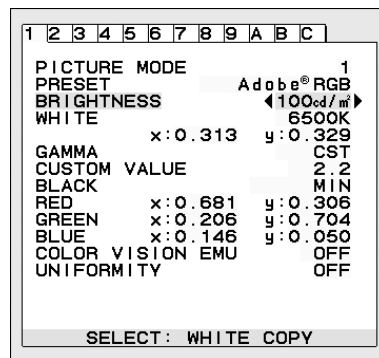

图 3
2. 设置暗度级别。这是当周围光线最暗时显示器能降到亮度级别。当设置此级别时，确保室内处于最黑暗状态。然后使用正面按钮将光标上移至 BRIGHTNESS (亮度) 设置。选择所需的亮度级别 (图 3)。